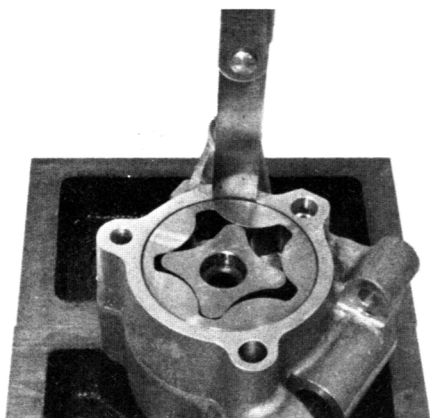

Bild 118
- Abstand zwischen Aussenmotor und Gehäuse der linken und rechten Ölpumpe messen (Bild 118). Die Verschleissgrenze liegt bei 0,35 mm.